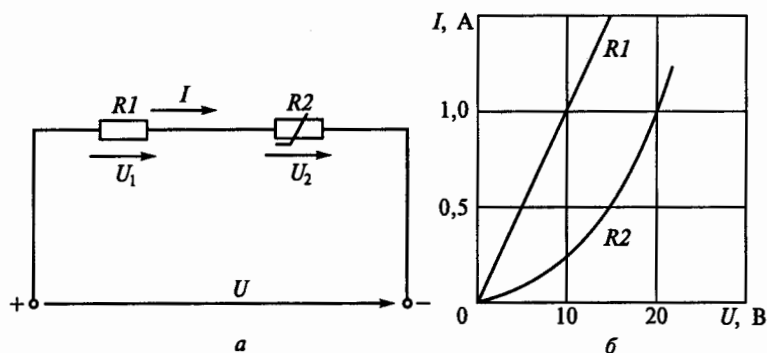

Рис. 39
**1.53.** Линейный  $R1$  и нелинейный  $R2$  резисторы включены последовательно, как показано на рис. 39, а. Их вольт-амперные характеристики показаны на рис. 39, б. Определить напряжения  $U_1$ ,  $U_2$  и  $U$  при токе  $I = 1$  А.